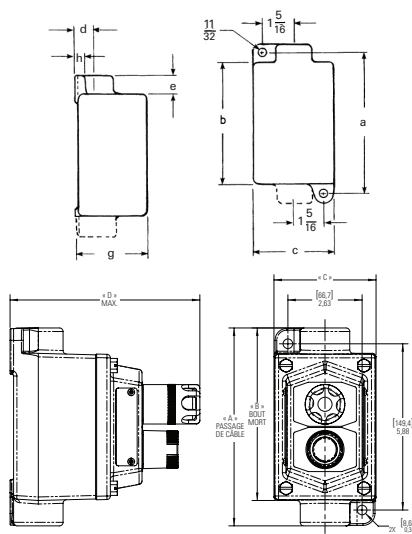

Figure 1
1. Choisir un emplacement de montage qui sera assez résistant et rigide pour soutenir tous les dispositifs de commande et tous les câbles qu'ils contiennent. La Figure 1 montre les dimensions de montage de tous les boîtiers arrière EDS et EFS. Percer et tarauder les trous de montage, au besoin.